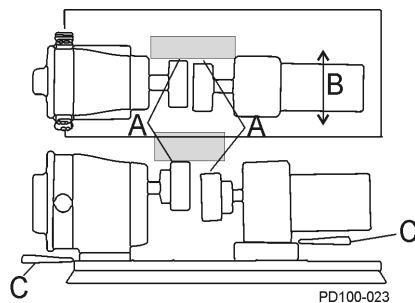

Figure 20 - Vérifier l'alignement parallèle
2. En utilisant une jauge d'épaisseur au niveau de « A » dans Figure 20, déterminez la direction et le mouvement nécessaire (Figure 20, objet B).